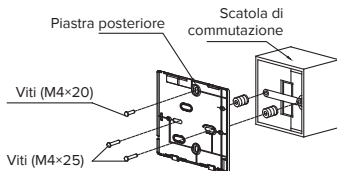

Fig. 3-6
- Per il montaggio sulla scatola di commutazione, fissare la piastra posteriore alla scatola con 2 viti (M4x25) e fissarla alla parete con 1 vite (M4x20). (Fig. 3-6)